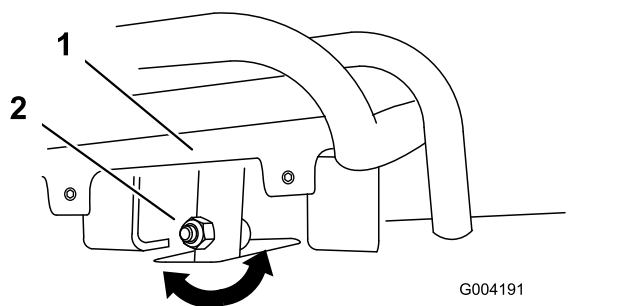
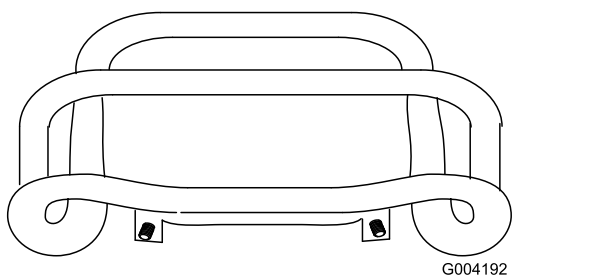

Figure 54
Figure 55
à embase de la tige de la commande de déplacement (Figure 54).
5. Réglez la commande de déplacement de sorte qu'elle soit de niveau et en appui contre la barre de référence lorsqu'elle est tirée tout droit en arrière (Figure 54 et Figure 55).
- C. Desserrez l'écrou et le boulon à embase dans la tige de la commande de déplacement (Figure 54).
- I. Réglez la commande de déplacement de sorte qu'elle soit de niveau et en appui contre la barre de référence lorsqu'elle est tirée tout droit en arrière (Figure 54 et Figure 55).